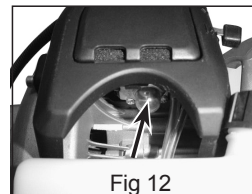

Fig 12
- Appuyez sur la pompe d'amorçage au-dessus du réservoir en bas du filtre à air jusqu'à ce que le carburant y soit visible (2 à 3 fois). Fig 12